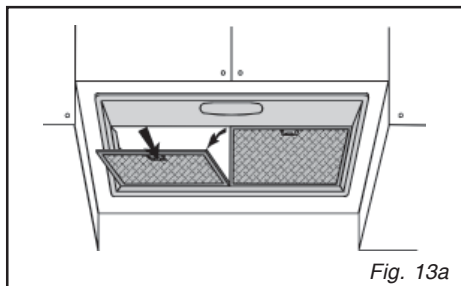

Fig. 13a
• Démontage du filtre à graisse (fig.13a - 13b)